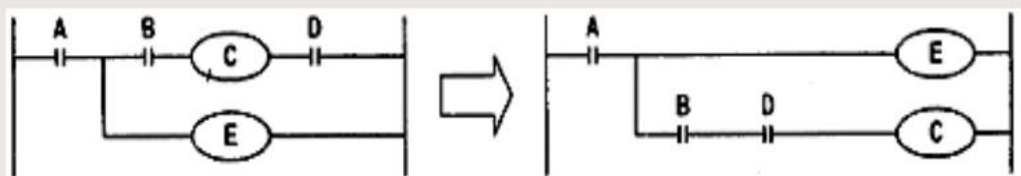

图 5.1.4
5. 输出线圈、内部继电器线圈及运算处理框必须写在一行的最右端，他们的右边不许再有任何的触点存在。如图5.1.4。